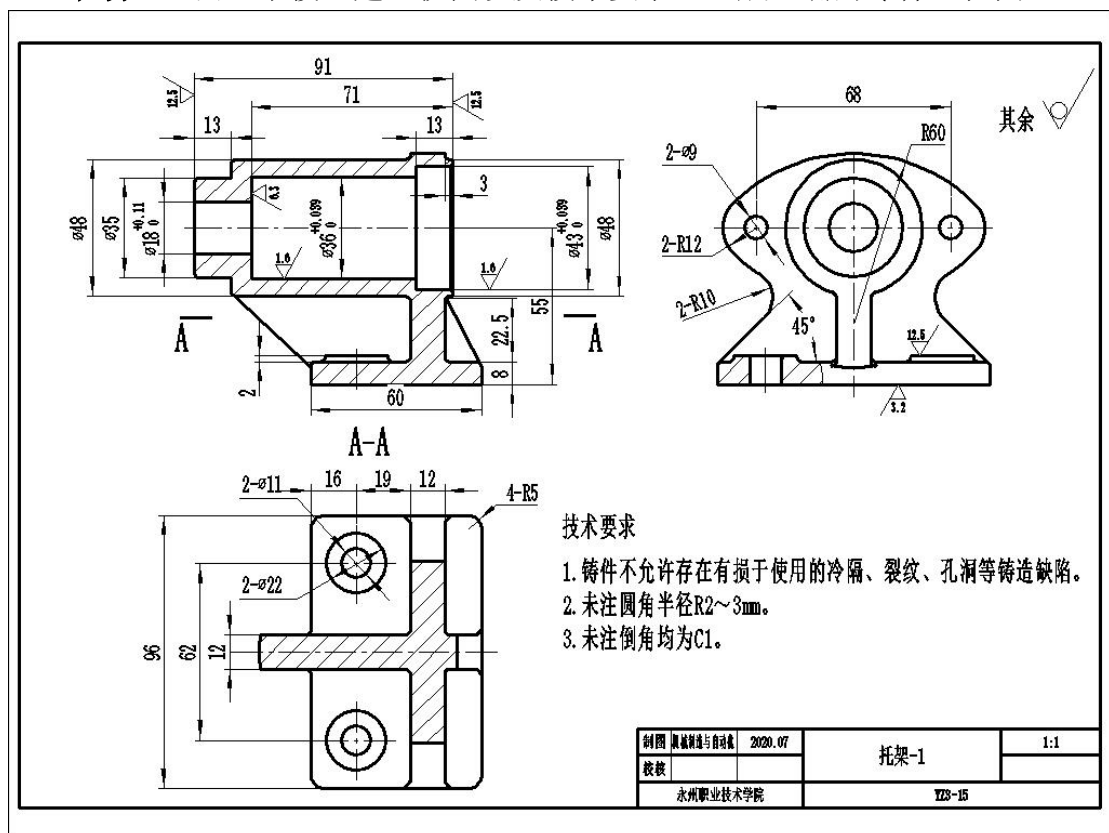

图 3-15 托架-1 零件图
**任务 1：**识托架-1 零件图（如图 3-15 所示），根据零件图要求，利用三维设计软件正确绘制草图，选择合适的特征建模方法完成零件三维造型；